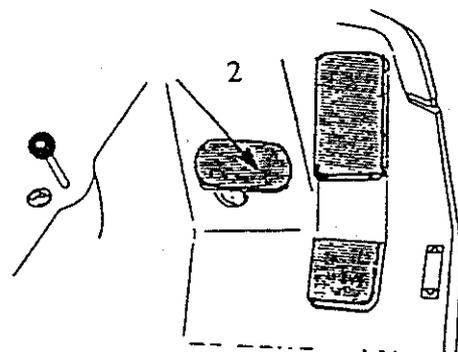

Figure 22
- 4) Appuyer à fond sur la pédale de frein ② (fig.22).